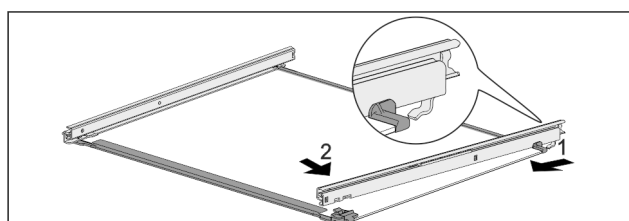

Fig. 84 Glashylla med skenor
- ▶ Haka fast skena baktill. Fig. 84 (1)
- ▶ Haka fast skena framtill. Fig. 84 (2)